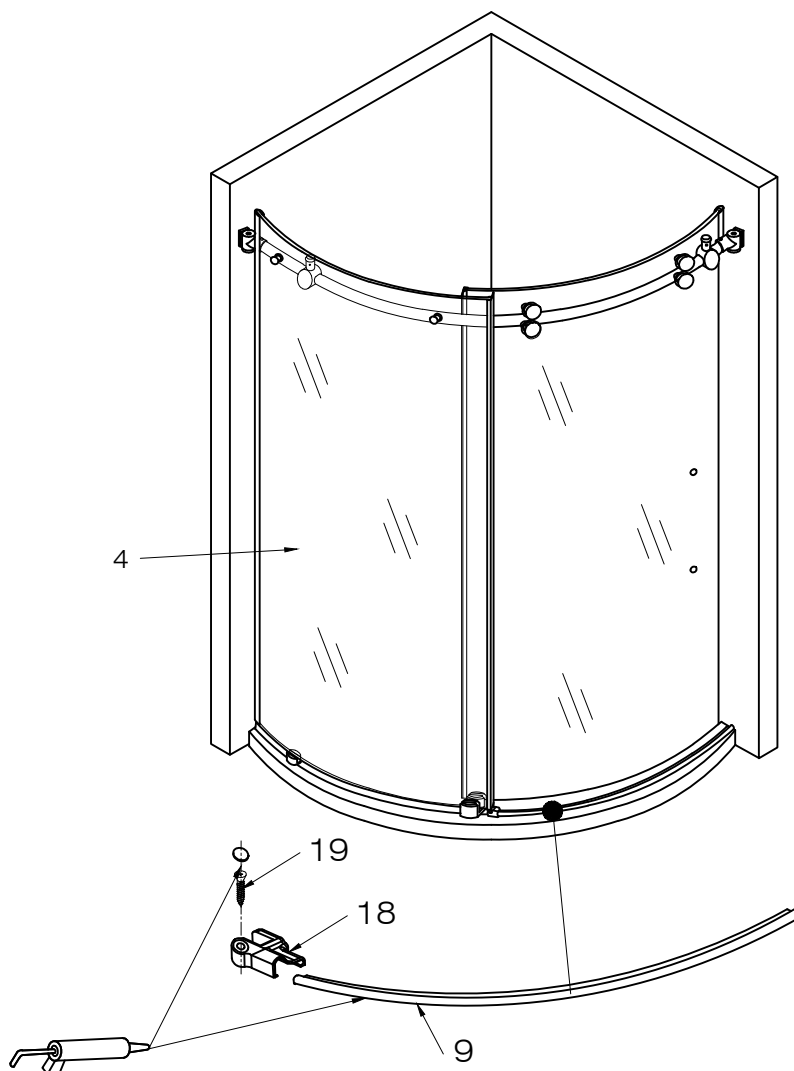

FIG. 8
4. Vissez l'attache de seuil de porte (n° 18) dans le bac ou le sol à l'aide d'une vis à tête cruciforme 3/4" (n° 19). Siliconez le capuchon à la pièce (n° 18). [CF FIG. 8]